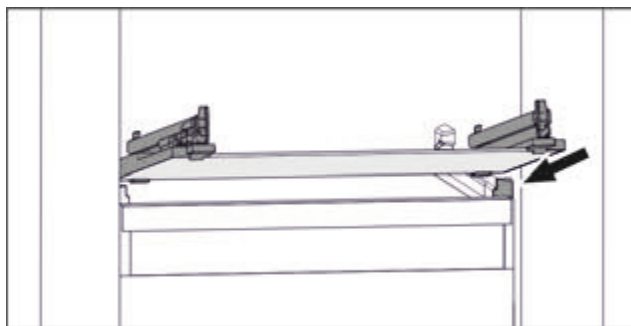

Fig. 53 Приблизне відображення скляної пластини
- ▶ Встановити скляну пластину за стопорами навкоси. (див. Fig. 53)